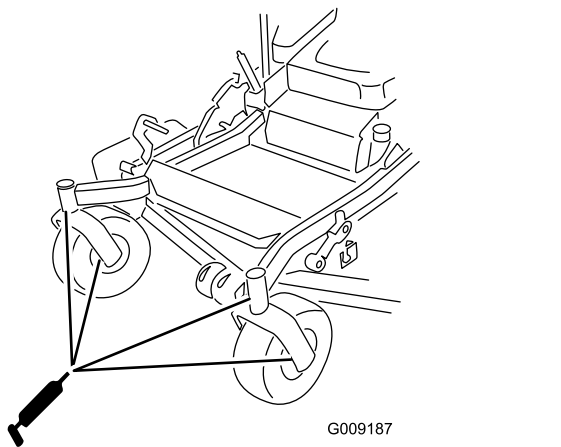

Figure 48
12. Remettez le bouchon hexagonal et le capuchon antipoussière en place (Figure 48).